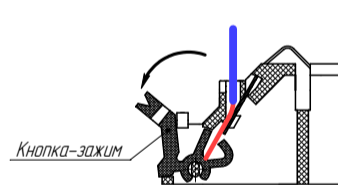

Рисунок 1
- 6.8 Кнопки-зажимы контактов 3 и 4 (маркировка контактов контактов выполнена на контактной группе) предназначены для подключения «-» ШС. В состоянии поставки кнопки-зажимы находятся в отжатом положении, освобождая каналы для ввода проводов (рисунок 1). Подключение проводов ШС проводить в следующей последовательности: